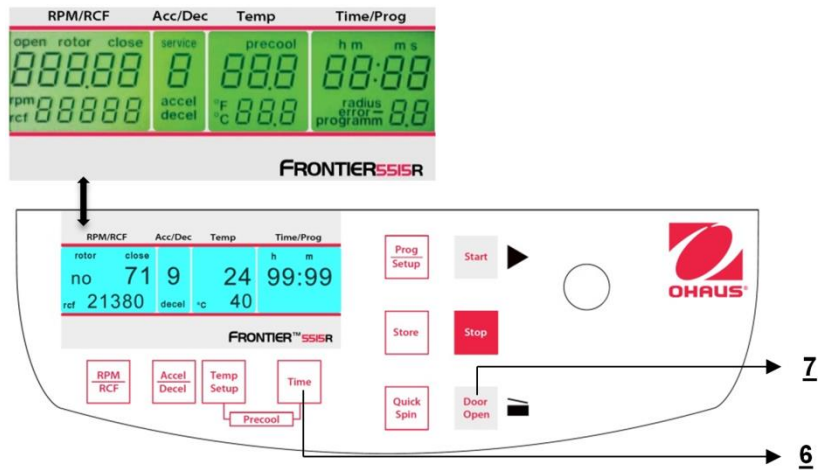

Figure. 30
La centrifugeuse étant hors tension, appuyer simultanément sur les touches **"Time"**(6) et **"Door Open"** (7), et mettre la centrifugeuse sous tension avec le commutateur principal. Relâcher les deux touches ; il en résultera l'exécution d'un test de l'affichage pendant environ 5 secondes. Tous les indicateurs apparaîtront simultanément (voir la figure 30).